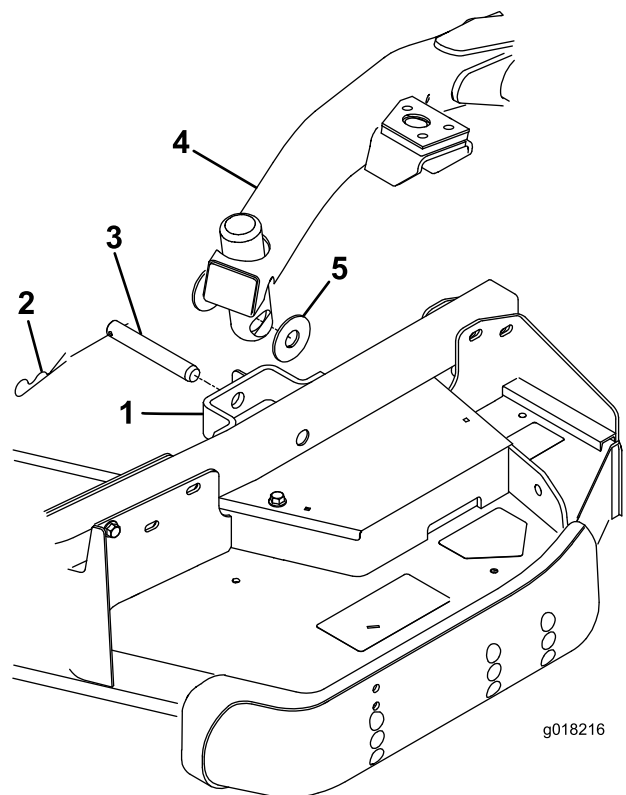

Figura 5
Posizionate le rondelle di spinta tra il braccio di sollevamento e la staffa del braccio della ruota orientabile (Figura 5) e inserite l'estremità della coppiglia nella scanalatura nell'aletta del braccio della ruota orientabile, per fissare la coppiglia.
1. Rimuovete 2 rondelle di spinta, il perno con testa e la coppiglia da ogni staffa del braccio della ruota orientabile sull'apparato di taglio (Figura 5).
3. Premete l'interruttore di sollevamento in avanti, in posizione di FLOTTAZIONE. Spingete il braccio di sollevamento verso il basso in modo che i relativi fori siano allineati con quelli della staffa del braccio della ruota orientabile (Figura 5).